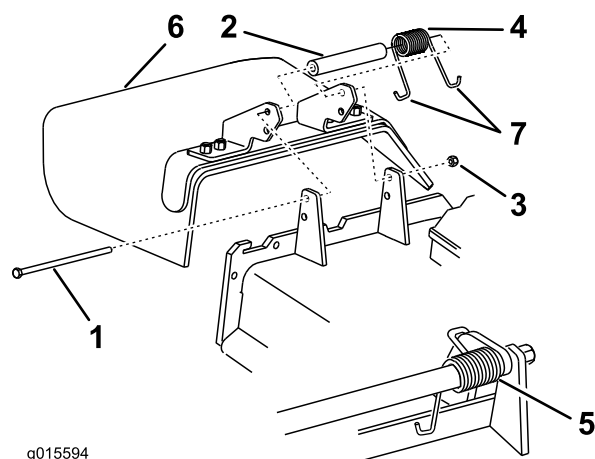

Figure 97
1. Retirez le contre-écrou, le boulon, le ressort et l'entretoise qui fixent le déflecteur aux supports de pivot (Figure 97). Enlevez le déflecteur s'il est endommagé ou usé.
Remarque: Prenez soin de placer une extrémité en J du ressort derrière le bord du tablier avant de mettre le boulon en place, comme illustré à la Figure 97.
3. Remettez le boulon et l'écrou. Accrochez une extrémité en J du ressort au déflecteur d'herbe (Figure 97).